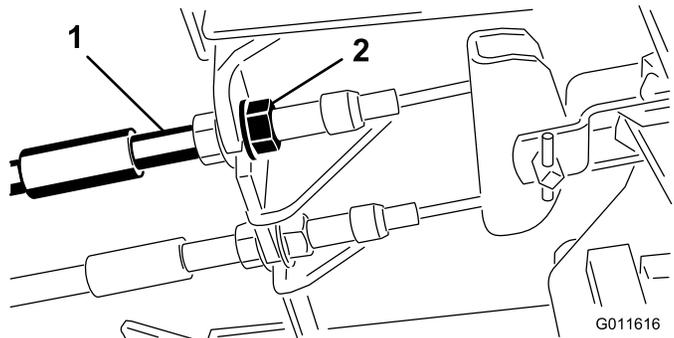

图64
1. 要缩短刹车踏板的自由行程，可以通过松开刹车拉线螺纹端的前螺母，紧固刹车（图64）。